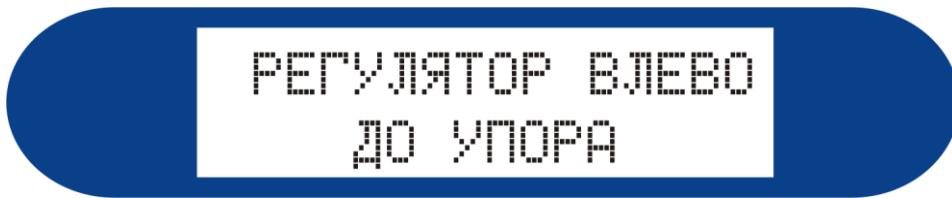

Рисунок 9
6. Нажмите и удерживайте кнопку ⇠, затем нажмите кнопку ➤. На экране появится надпись: «РЕГУЛЯТОР ВЛЕВО ДО УПОРА» (рисунок 9).